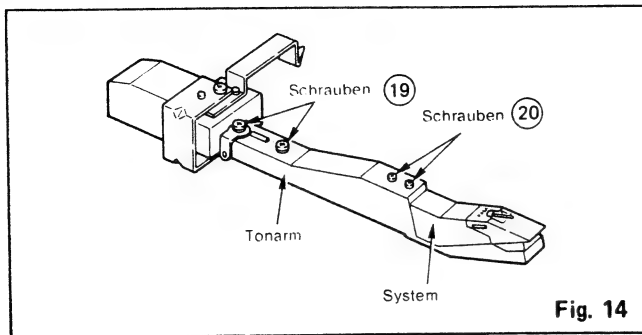

Fig. 14
- 2) Wie in Abb. 14 gezeigt, schrauben Sie die 2 Schrauben 19 heraus und ziehen den Tonarm ab.